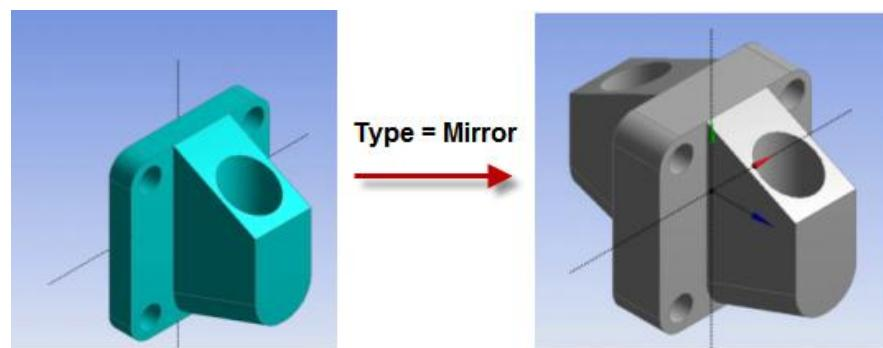

Рис. 3.32
– *Mirror* – отражение тела относительно плоскости (рис. 3.32). Параметр *Mirror Plane* задает плоскость для отражения, которая выбирается в дереве построения. Для удаления исходного тела после создания отраженного нужно выбрать *No* в опции *Preserve Bodies?*: